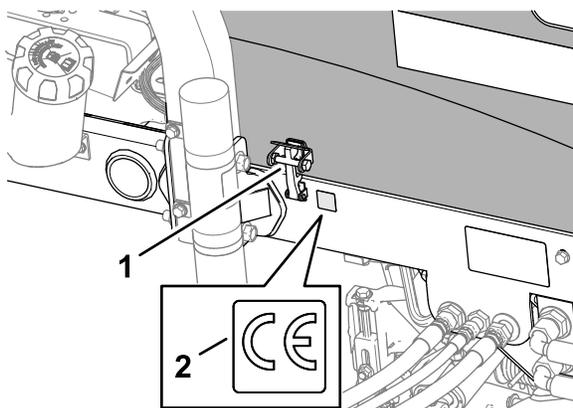

Рисунок 22
3. Начисто протрите левую раму рядом с защелкой капота спиртом и дайте раме высохнуть (Рисунок 22).
4. Снимите подложку и приклейте наклейку с маркировкой CE, № по кат. 133-8095, к раме, как показано на Рисунок 22.